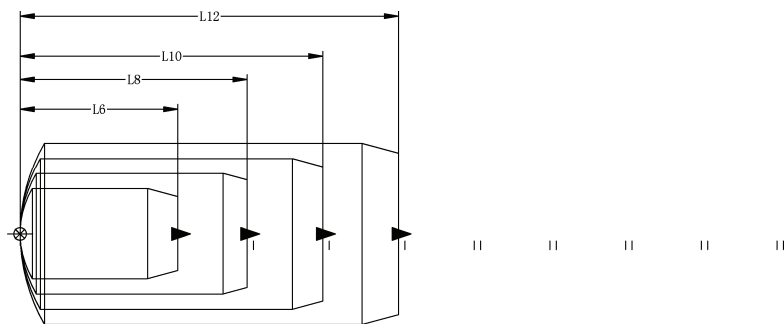

图 9-35 可见性状态对话框
6) 重复第 4 步的步骤, 将直径为 10、直径为 12 的图形进行操作。其相关参数为: 名称“L10”和“L12”、增量“5”、最小距离“20”和“25”、最大距离“90”和“140”、夹点数“1”, 如图 9-35 所示。